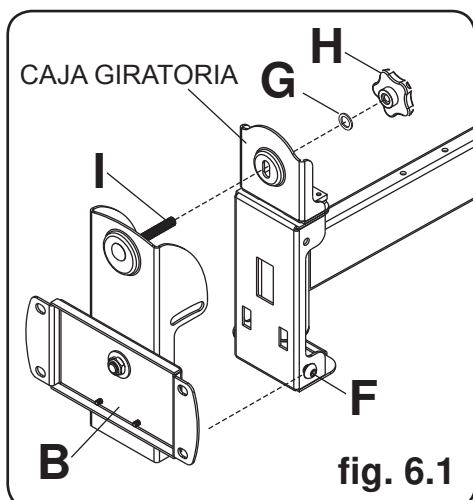

fig. 6.1
- 6** Inserte dos tornillos M10 (F) en la caja giratoria del armazón del brazo (C), como se muestra. Deje aproximadamente .25" de la rosca expuesto.
- 6-1** Enganche el armazón de inclinación y giro (B) en los tornillos M10 (F). Inserte el perno de cabeza redonda (I) en la ranura de la caja giratoria, como se muestra en la ilustración 6.1. Instale la arandela de nilón (G) y la perilla de ajuste de la inclinación (H).